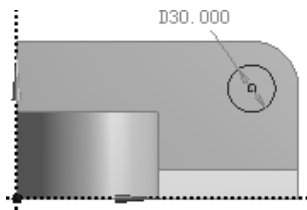

图 3.3.22 截面草图 Sketch4
(1) 绘制 Sketch4。在“草图绘制”工具条中的 **XYPlane** 下拉列表中选择 XYPlane 平面为草图平面，单击“New Sketch”按钮 ，绘制图 3.3.22 所示的截面草图。